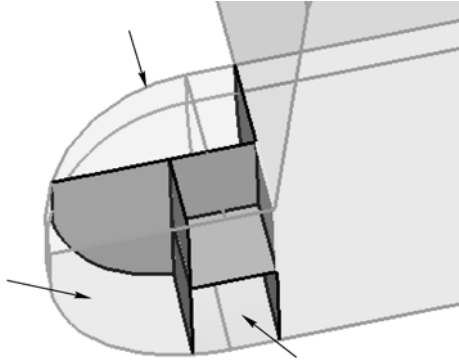

图 5-10 选择 3 个实体
- (1) 进入 merge 面板。
(2) 在 to be merged 下的 solids 选择器激活的状态下选择如图 5-10 所示 3 个实体。